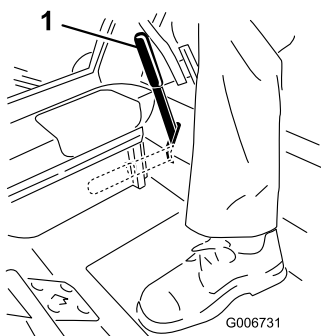

Figure 10
2. Tirez le frein de stationnement vers le haut et l'arrière pour le serrer (Figure 10). Une fois serré, le frein de stationnement ne doit plus bouger.
Poussez le levier du frein de stationnement vers l'avant et vers le bas (Figure 10) pour le desserrer.